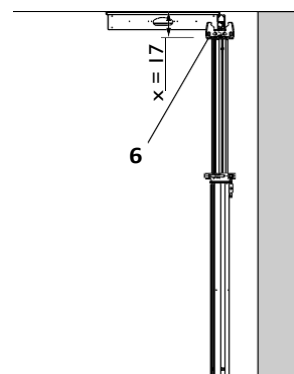

Fig. A2.07
1. Настройте дължините на подпорите. Височина на помещението минус размера x (Fig. A2.07).